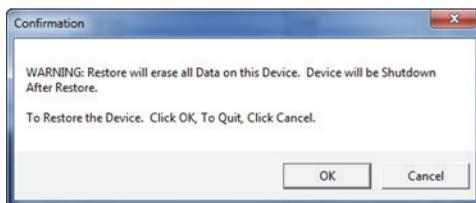

Figura 6-35 La finestra di dialogo Confirmation per confermare l'inizio del ripristino
5. Quando appare la finestra di dialogo **Confirmation** (vedere Figura 6-35 a pagina 356), cliccare su **OK** per iniziare la procedura di ripristino.